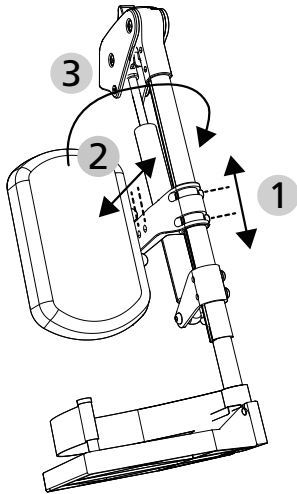

Abb.56
Das Wadenpolster lässt sich mit der Halterung nach außen abschnellen, um die Wade zu entlasten und um dem Bein mehr Raum zu geben (3, Abb. 56).
1. Für die Höheneinstellung lösen Sie die 2 Innensechskantschrauben 5 mm an der Halterung. Nach der Einstellung, in 30 mm Schritten (1, Abb. 56), werden die Schrauben wieder im Lochbild fixiert.
2. Für die Tiefeneinstellung lösen Sie die Innensechskantschraube 5 mm. Nach der Einstellung in 20 mm Schritten (2, Abb. 56), wird die Schraube wieder im Lochbild fixiert.